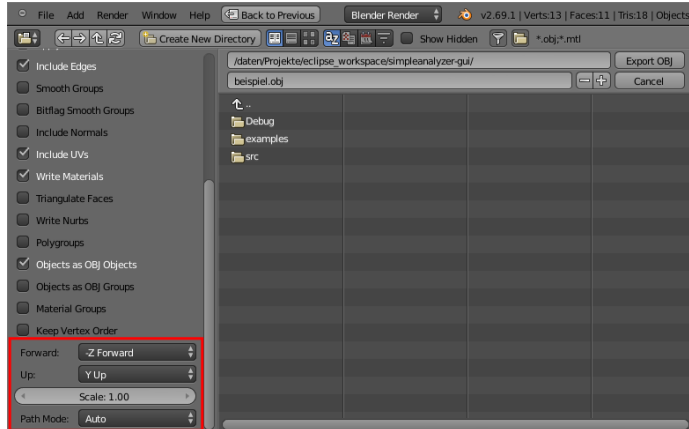

Abbildung 6: Exportieren des Objekts
- Wählen Sie im in Abbildung 6 abgebildeten Dialog einen Speicherort für die Datei.
- Sollten Achsen des Objekts in *simpleanalyzer-gui* vertauscht sein, ändern Sie die in Abbildung 6 markierten Einstellungen *Forward* und *Up*.